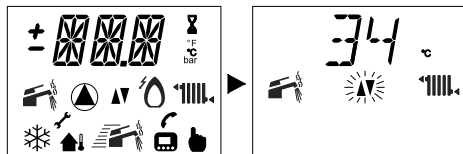

Рисунок 5.71
- Измените заданное значение при помощи кнопок или и подождите, пока заданная цифра не начнет мигать (Рисунок 5.71).